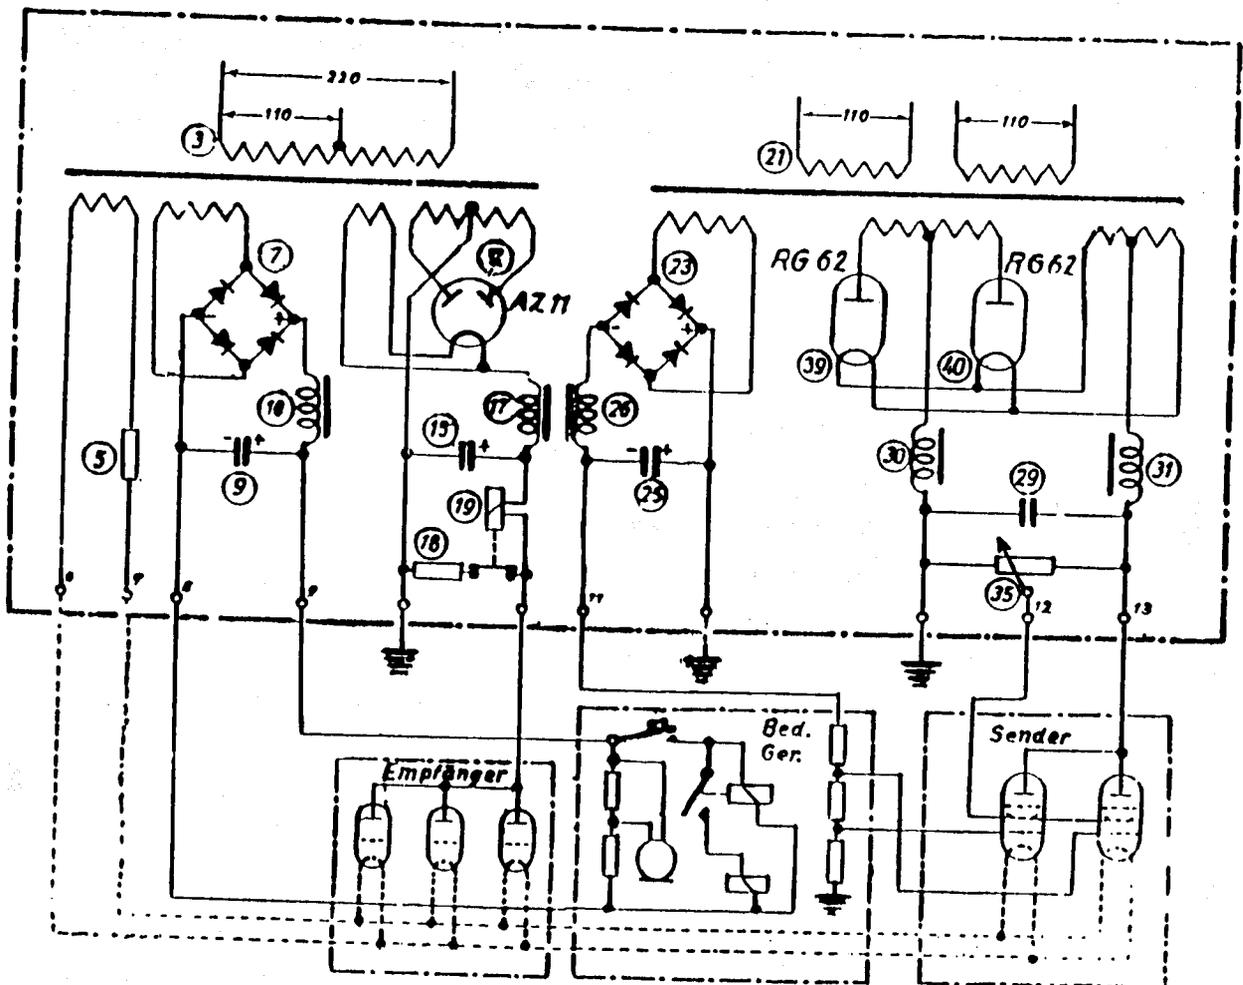

Abb. 14: Grundschriftbild des Netzgerätes
Es wird nur eine Ausführung geliefert. Diese ist für einphasigen Wechselstrom von 50 Perioden verwendbar und kann beliebig auf 110 oder 220 Volt umgeschaltet werden. Das Netzgerät besitzt zwei getrennte Umspanner. Ihre Erstwicklungen besitzen Abgriffe zum Umschalten auf die vorhandene Netzspannung. Es ist darauf zu achten, daß beide Umspanner auf die jeweils vorhandene Netzspannung geschaltet sein müssen. Der erste Umspanner wird eingeschaltet, wenn der Hauptschalter im Bedienungsgerät in die Stellung „Empfang, Sender Vorheizung“ gebracht wird. Dann leuchtet auch die Signallampe auf. Der zweite Umspanner wird dazugeschaltet, wenn der Hauptschalter auf die Stellung „Betrieb“ weitergedreht wird. Anlage 13e zeigt die Schaltung des Netzgerätes, während Abb. 14 (siehe Seite 53) durch Fortlassen alles weniger Wichtigen ein vereinfachtes Schaltbild herausgezeichnet ist.
Der erste Umspanner (3) hat vier Zusatzwicklungen. Die auf Abb. 14 links gezeichnete Wicklung erzeugt die Heizspannung, die mittlere die Hilfsspannung und die rechte die Empfänger-Anodenspannung. Für die Gleichrichtung wird eine Doppelweg-Gleichrichterröhre der Type Telefunken AZ 11 benutzt. Die Heizspannung und die Hilfsspannung wird mit Selengleichrichter in Graetzschaltung gleichgerichtet.
Der zweite Umspanner (21) besitzt drei Zweitwicklungen. Die in Abb. 14 rechts gezeichnete erzeugt die Sperrspannung und die mittlere die Anodenspannung für den Sender. Die linke Wicklung arbeitet auf vier Trockengleichrichter in Graetzschaltung. Ihre Spannung kann durch Abgriffe am linken Ende um etwa 3% und am rechten Ende um etwa 9% eingestellt werden. Die mittlere Zweitwicklung besitzt einen Mittelabgriff. Es findet Zweiweg-Gleichrichtung statt und zwar mit Hilfe von zwei Einweg-Gleichrichterröhren der Type Telefunken RG 62. Die dritte Zweitwicklung liefert die Heizspannung von 2,6 Volt für die Gleichrichterröhren. Parallel zu der Senderanodenspannung liegt ein Spannungsteiler, der aus den Widerständen (34 bis 37) besteht. Von dem einstellbaren Abgriff an dem Widerstand (35) wird die Schirmgitterspannung für den Sender abgenommen. Die negativen Pole der Anodenspannung und der Schirmgitterspannung und der positive Pol der Sperrspannung liegen an Masse.